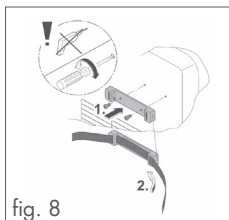

fig. 8
- **Raccorder la bouteille de CO₂**, voir fig. 8 à 13.